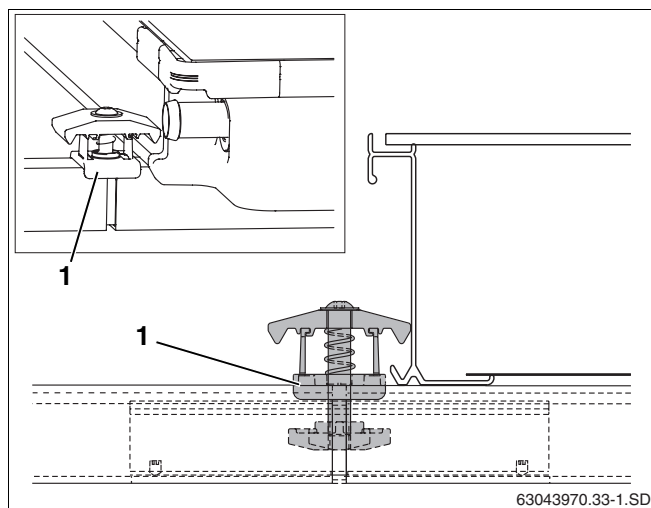

Fig. 48 Montarea clemei duble de prindere a colectorului
- Se împinge clema dublă de prindere cu piulița în deschiderea șinei profilate și a îmbinării cu ștecăr, astfel încât (Fig. 48, **Poz. 1**) să se potrivească distanțierul de plastic la șina profilată.